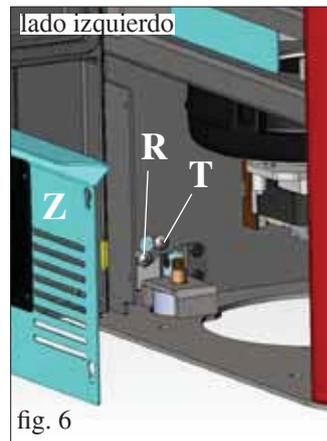

fig. 6
Verificar la alineación vertical de los laterales de cerámica (C) y efectuar las regulaciones a través de los tornillos situados sobre la parte superior (V - fig.5) y en el interior de la estufa a través de los tornillos (R - fig. 6/7)
**NOTA: antes de realizar la operación, retirar el panel galvanizado (Z - fig.6/7) de ambos lados y aflojar los tornillos de bloqueo (T - fig. 6/7).**